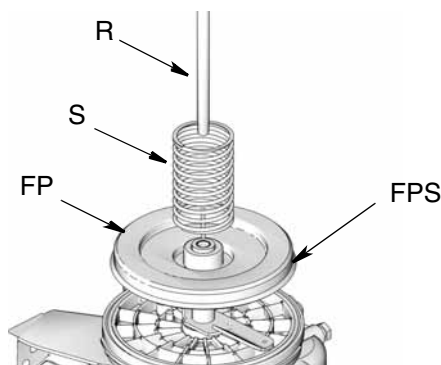

FIG. 3
1. Verificare che le parti seguenti siano state rimosse dal serbatoio (FIG. 3):
- Molla (S)
- Piastra di inseguimento (FP)
- Biella (R)